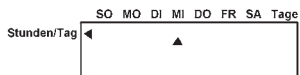

Abb.14
- Drücken Sie **↓↑** bis der aktuelle Tag im Display erscheint (Abb. 14).